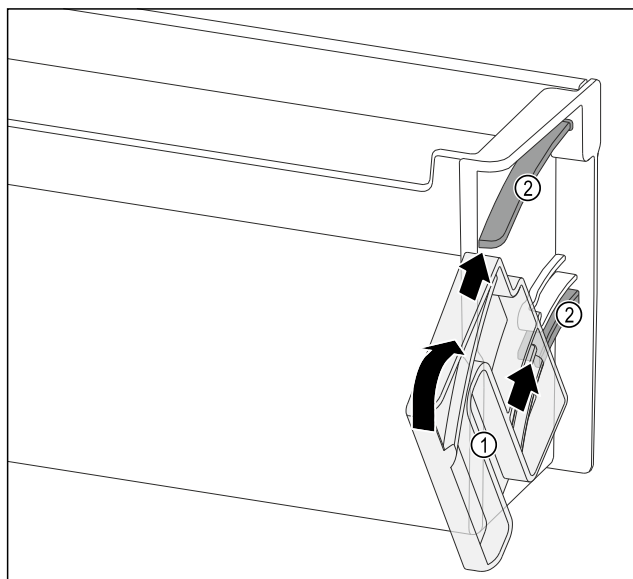

Fig. 137
- Úgy pozicionálja a forgatóegységet Fig. 137 (1), hogy a mélyedések pontosan az ajtópolc vezetőcsatornáiba Fig. 137 (2) felett legyenek.
- Forgassa a megadott irányba a forgatóegységet Fig. 137 (1).